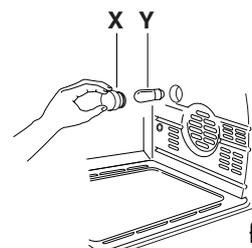

fig. 15
- desenrosque el cristal de protección (**X**) dándole vueltas en el sentido contrario a las agujas del reloj y cambie la bombilla (**Y**) por otra de similar (ver fig. 15). Coloque de nuevo el cristal de protección (**X**).